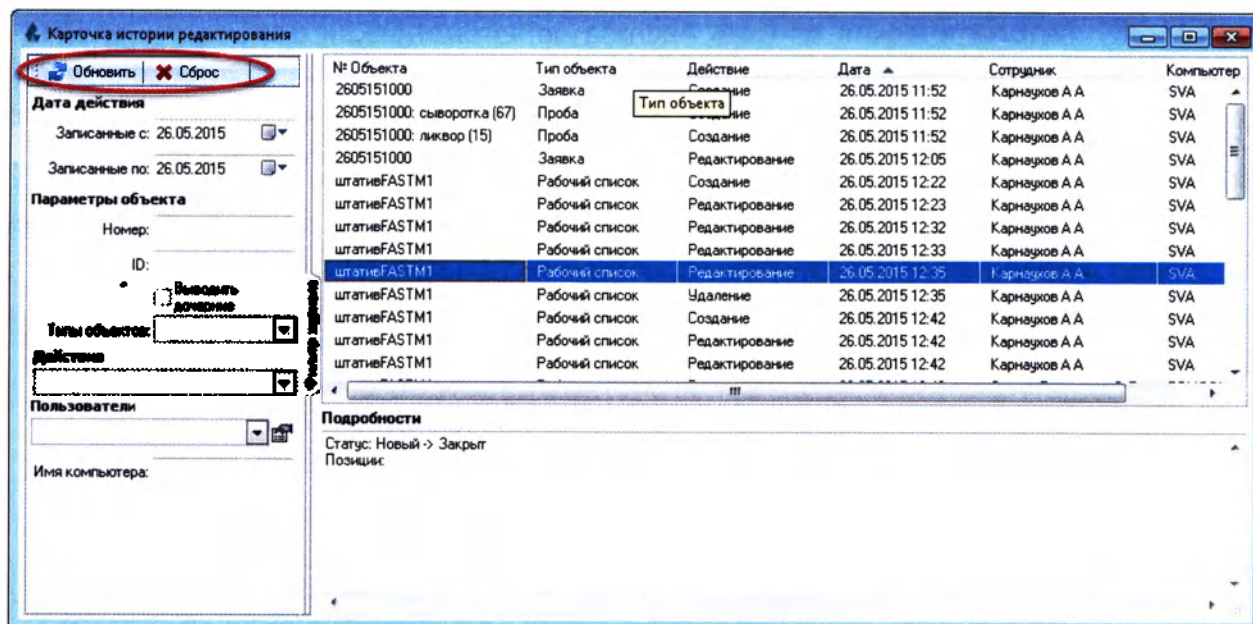

Рисунок 5.48
9. Чтобы провести расширенный поиск, т.е. просмотреть историю редактирования не только одного объекта, нажмите кнопку **«Сброс»** (Рисунок 5.48):